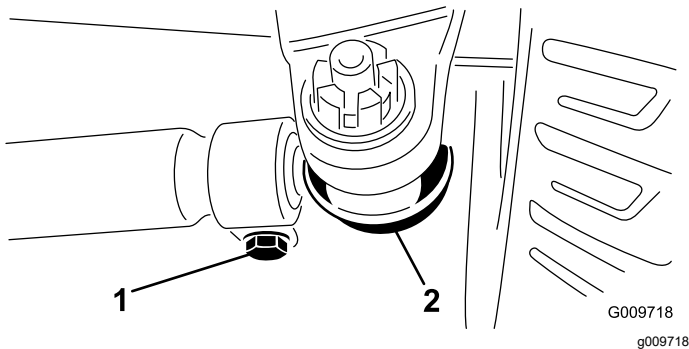

Figura 96
2. Para ajustar o alinhamento, remova o contrapino e a porca de cada uma das rótulas da barra de ligação (Figura 96).
4. Desaperte as abraçadeiras que estão em ambas as extremidades das barras de ligação (Figura 96).